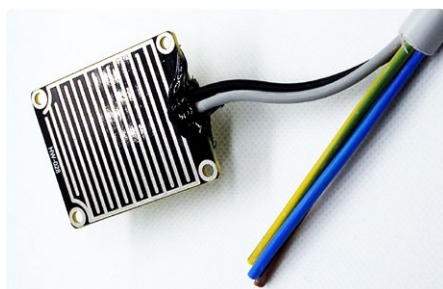

Figure 1. Le capteur MH-RD utilisé dans ce projet.
La **figure 1** montre un capteur de gouttes de pluie, qui se compose essentiellement d'un conducteur de terre et d'un conducteur de détection entrelacés en forme de peigne. Lorsqu'il est sec, il présente une résistance élevée, et lorsqu'il est mouillé, sa résistance diminue à cause de l'eau qui relie les conducteurs.
- Probe = Capteur MH-RD (voir figure 1)